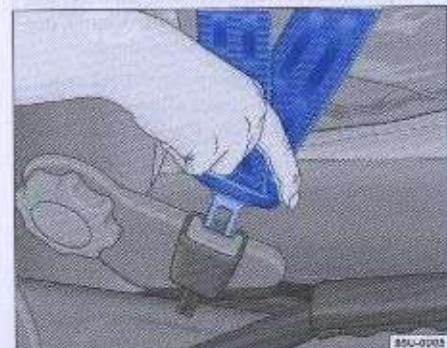

Fig. 12 Cierre y lengüeta del cinturón de seguridad
– Inserte la lengüeta de encaje en el respectivo alojamiento del cierre en el asiento, hasta encajarla y oír el → fig. 12 clic" característico".